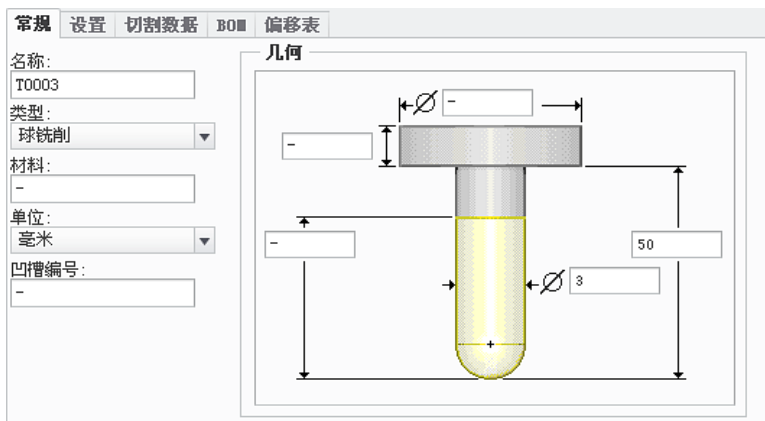

图 3.16.4 设定刀具一般参数
Step3. 在弹出的“刀具设定”对话框中，单击“新建”按钮 ，然后设置图 3.16.4 所示的刀具参数，依次单击 **应用** 和 **确定** 按钮。